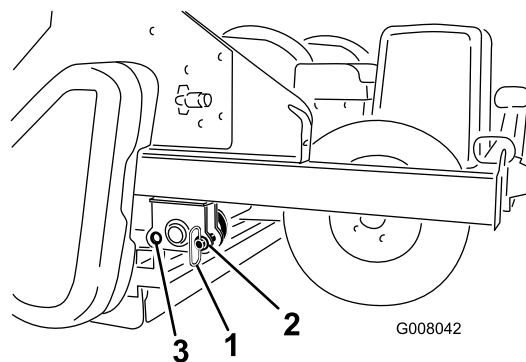

図 23
1. 機体前部分から保管用ピンを外す (図 23)。
2. コア・プロセッサを、ゆっくりと後ローラおよびタイヤの上に降ろす。機体の前穴に格納保管用ピンを取り付ける (図 23)。